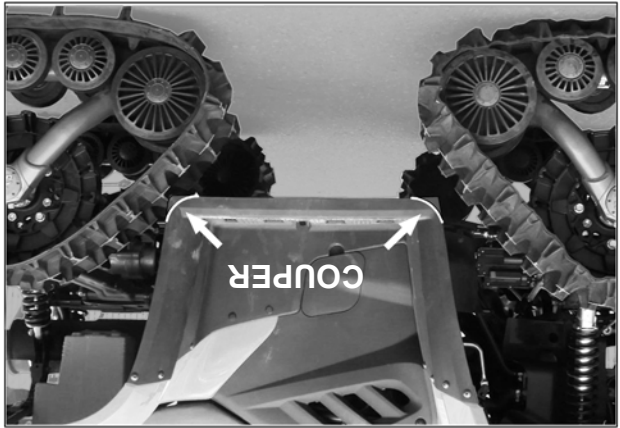

Fig. 29
4. Pour éviter tout contact possible entre les systèmes de traction et les marche-pieds du véhicule, les coins extérieurs des marche-pieds doivent être modifiés (découpe). Cette modification permettra d'éviter tout dommage au véhicule ou aux systèmes de traction. Voir Fig. 29